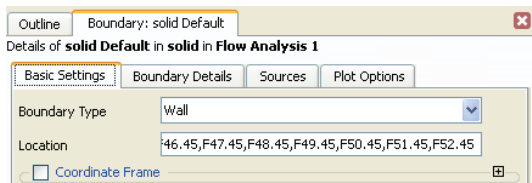

图 24-16 壁面设置
1) 在 solid 域中, 双击 solid Default, 在弹出细节窗口中设置 Boundary Type 为 Wall, Location 的值如图 24-16 所示。